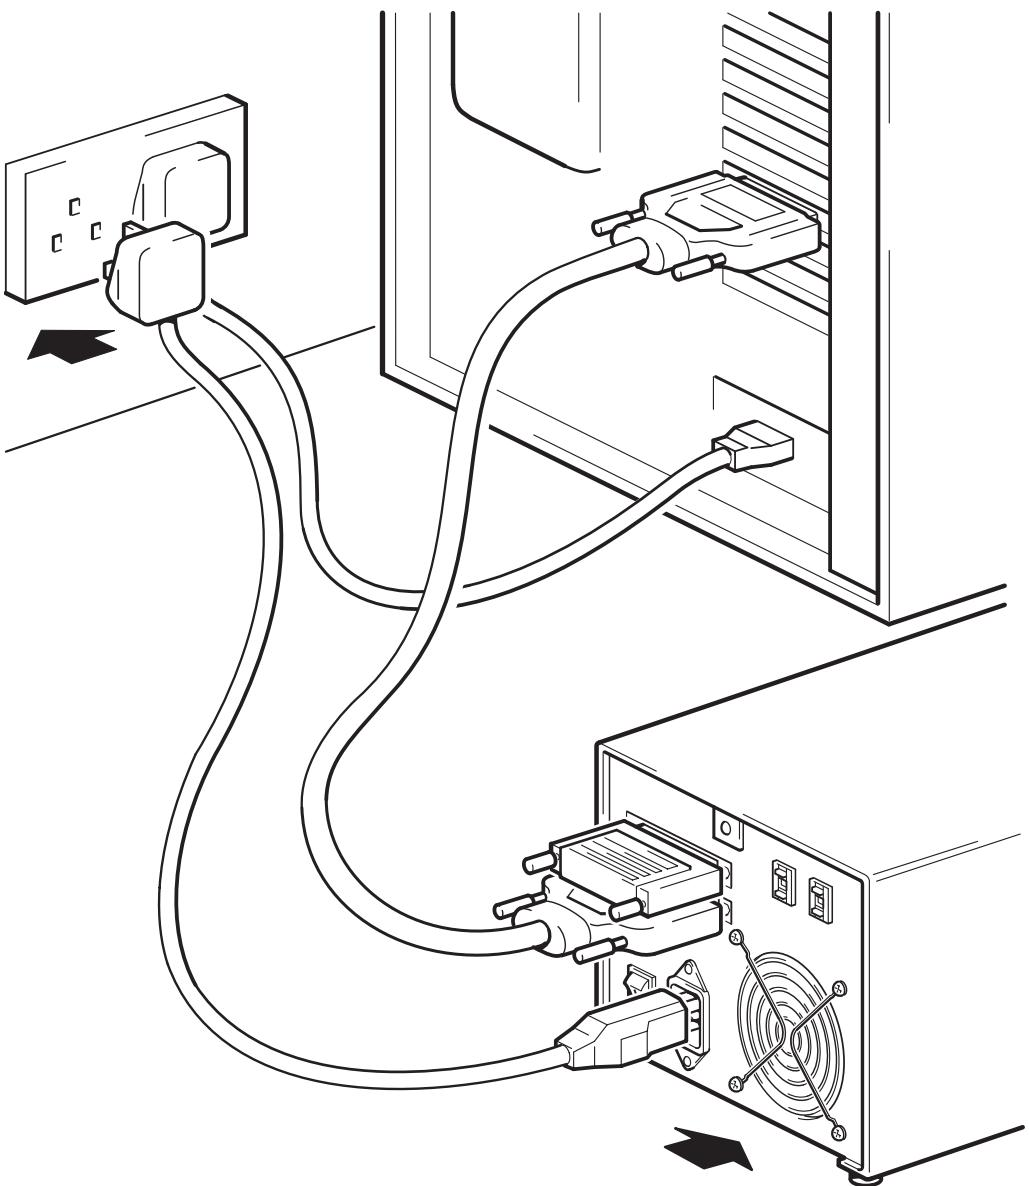

Figura 7: collegamento del cavo di alimentazione
- 2 Inserire saldamente il cavo di alimentazione nella presa posta sul pannello posteriore del caricatore (vedere la figura 7).